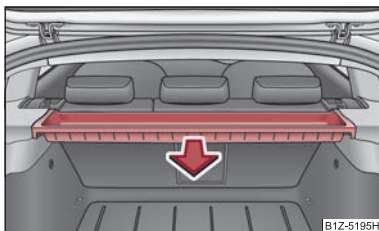

Abb. 103 Ausbau des Ablagefaches
- Fassen Sie das Gehäuse mit beiden Händen und nehmen Sie es durch Ziehen in Pfeilrichtung heraus ⇒ Abb. 103.